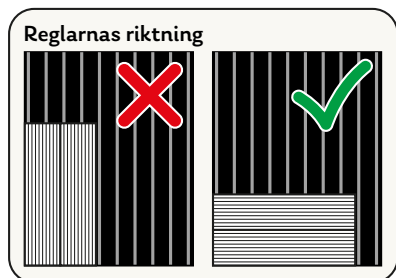

Bild 7.
- Vid förberedelse av installationen, observera att panelernas riktning ska vara tvärs över reglarna (se bild 7).
- When preparing for installation, ensure that the panels are positioned perpendicular to the battens (see figure 7).